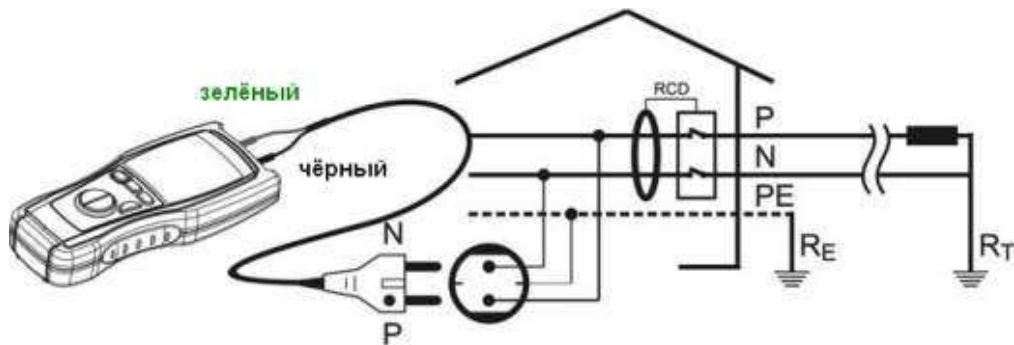

Рис.12: Схема подключения прибора для измерения общего сопротивления цепи заземления (режим $R_a \perp$)
6. Подключите **зеленый** провод к защитному проводнику РЕ (земля), а **черный** провод – к фазовому проводу в точке цепи отходящей от УЗО (см. рис. 12).
6. Подключите тестовый кабель (shuko cable) к розетке электросети, **в точке цепи отходящей от УЗО** (см. рис. 12). УЗО должно быть включено, на дисплее отображается значение напряжения сети.